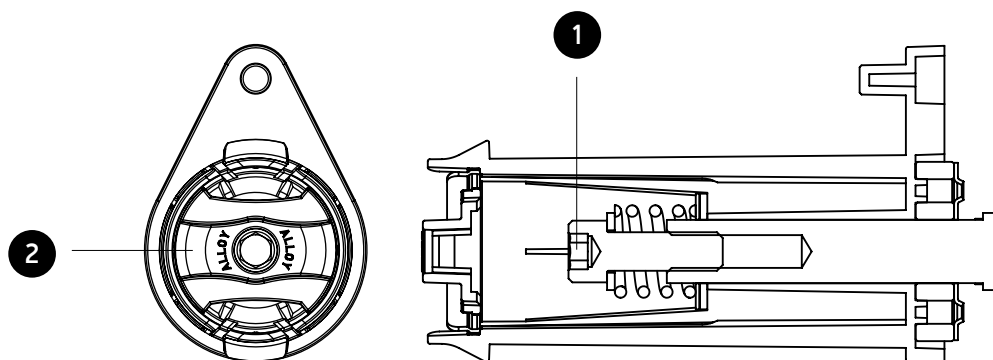

Рис. 4.15 Держатель катушки
Усилие торможения катушки с проволокой регулируется через центральное отверстие ручки-фиксатора поз.2 (рис.4.15). Затянуть регулировочный винт поз.1 (рис.4.15) для увеличения усилия торможения или ослабить его - для уменьшения усилия.
**ВНИМАНИЕ!** Для исключения соскакивания катушки с сварочной проволокой обязательно зафиксируйте ее фиксатором поз. 2 (рис. 4.15).